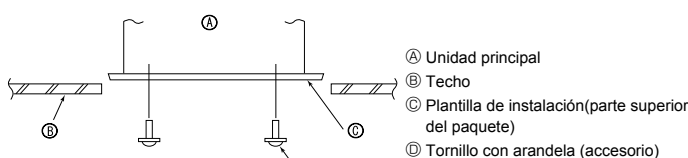

Fig. 3-8
3.7. Confirmación de la posición de la unidad principal y apriete de los tornillos de sujeción (Fig. 3-8)